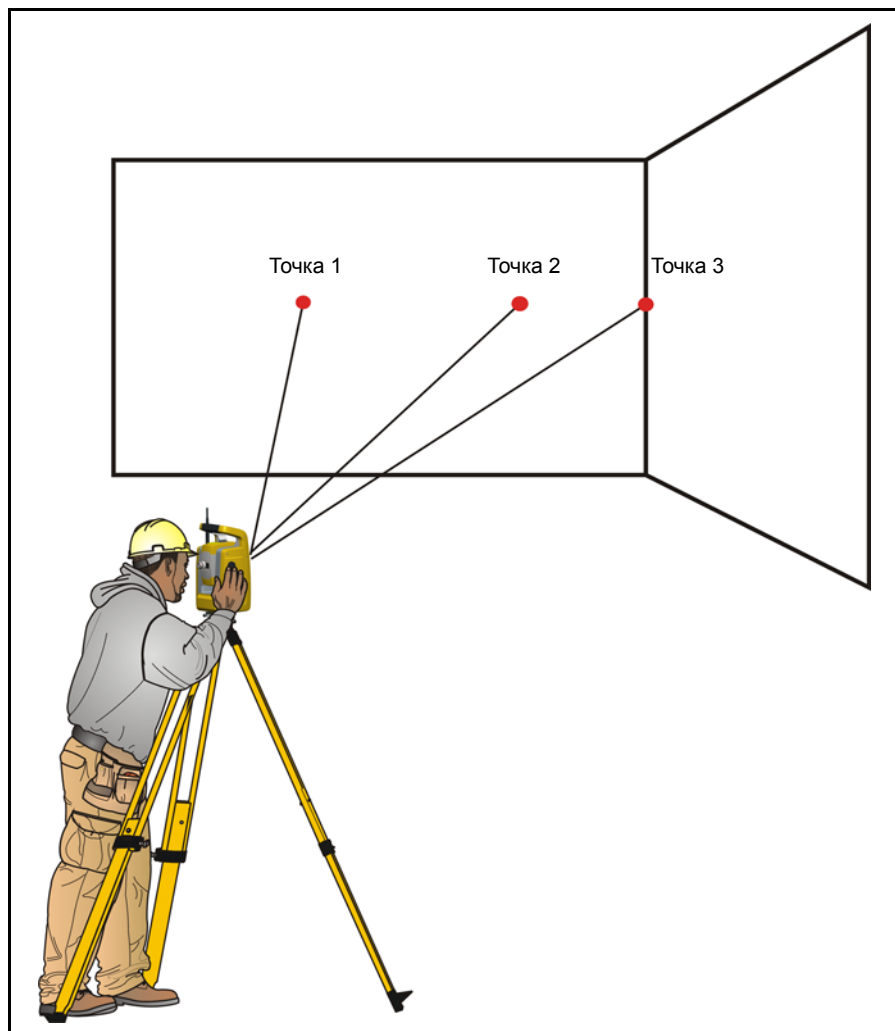

Рис. 5.33. Измерение со смещением
2. Наведите тахеометр Trimble S3 на угол, чтобы записать правильное значение горизонтального и вертикального углов. См. рис. 5.33